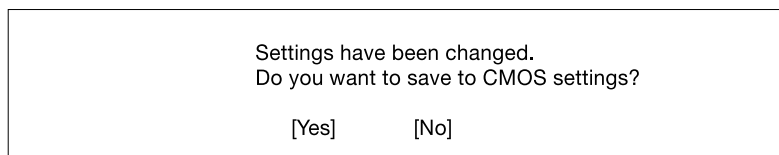

Abbildung 4-15 Bildschirm zum Speichern von Änderungen
5. Drücken Sie **Esc**, um wieder das Menü „System Security“ anzuzeigen, und drücken Sie erneut **Esc**, um Setup zu beenden. Der Bildschirm „Save Changes“ erscheint (siehe Abbildung 4-15):